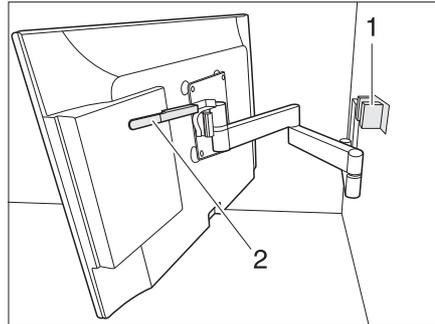

Bild 66 Halterung mit Gelenkarm
- Hebel (Bild 66,2) nach unten drücken um Flachbildschirm aus Arretierung (Bild 66,1) zu lösen. Hebel loslassen.